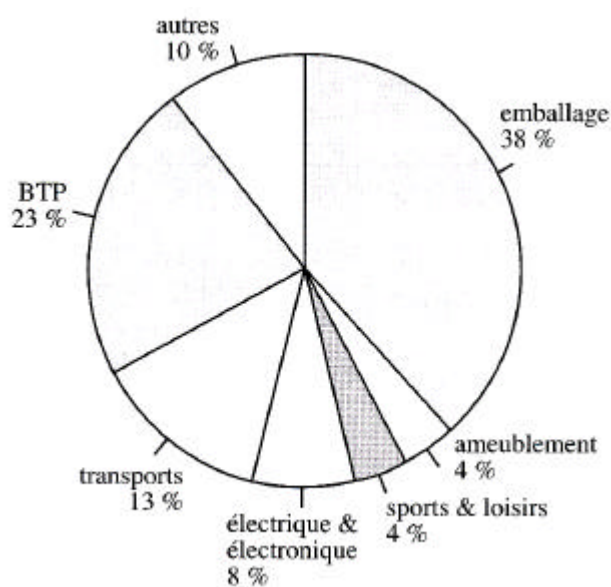

Figure 3 : Principaux domaines d'application des matières plastiques (Ehrenstein et Montagne, 2002)
- l'emballage représente la principale application (Figure 3). Ceci explique que d'intenses recherches soient menées dans ce domaine, étant donné les tonnages mis en jeu.